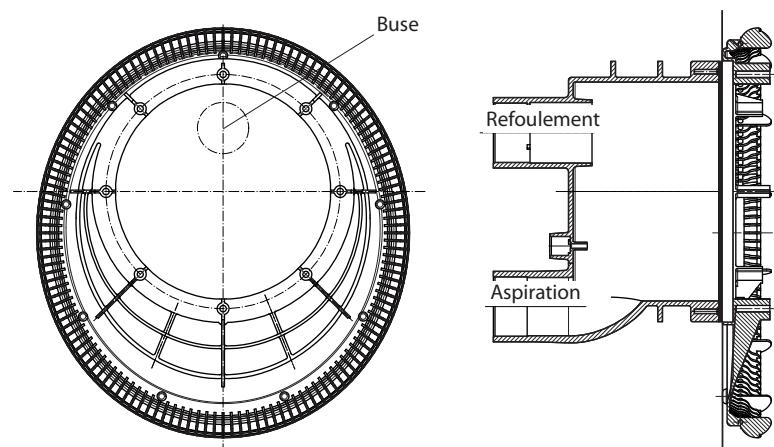
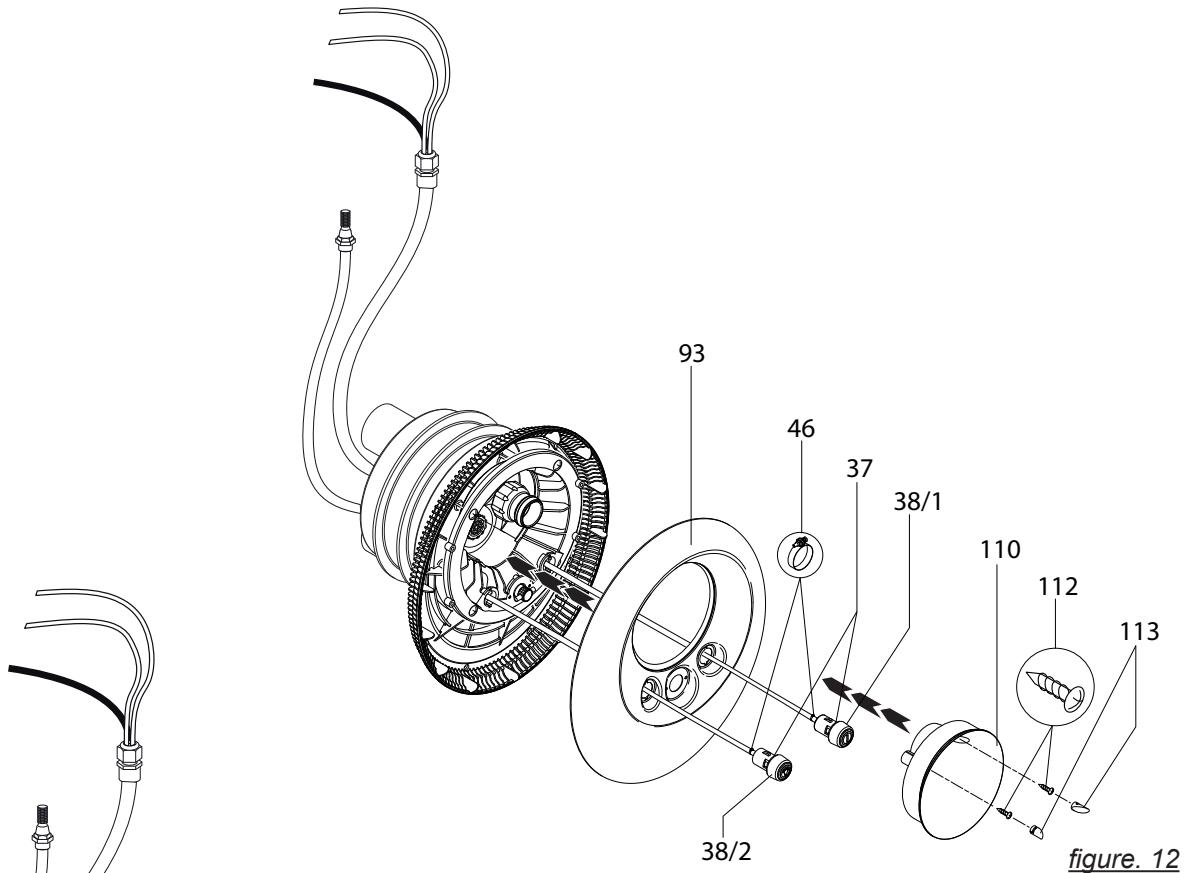

figure. 10
figure. 12
- 3) Placer le corps d'aspiration (107) sur l'anneau de serrage. Tenir compte de la position de l'installation (cf. figure 10).
- 4) Placer le corps de buse (102.1) sur la pièce à sceller (1).
- 5) Passer les tuyaux de la commande pneumatique et le câble du projecteur à travers la gaine de protection (14) et étanchéifier à l'aide du presse étoupe (20).
- 6) Fixer la conduite de régulation d'air à l'aide du collier de serrage (8) sur la régulation d'air (21).
- 7) Fixer le corps de buse complet (102.1) à l'aide des 4 vis auto taraudeuses (95). Visser à la main. Eviter de forcer en serrant !
- 8) Introduire les tuyaux pneumatiques à travers les orifices dans l'enjoliveur inox (93) (lumière M/A à gauche ; pompe M/A à droite) et fixer aux boutons pousoirs correspondants en utilisant des colliers de serrage (46) (figure 12).